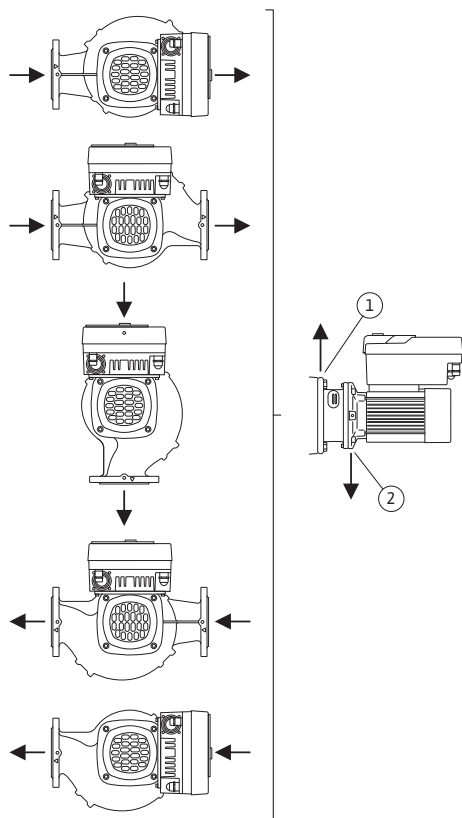

Fig. 16: Leistinos montavimo padėtys su horizontaliu velenu
- Kondensato anga varikliams su horizontaliu variklio velenu turi būti apačioje (Fig. 16, poz. 2). Jei reikia, pasukite variklį.